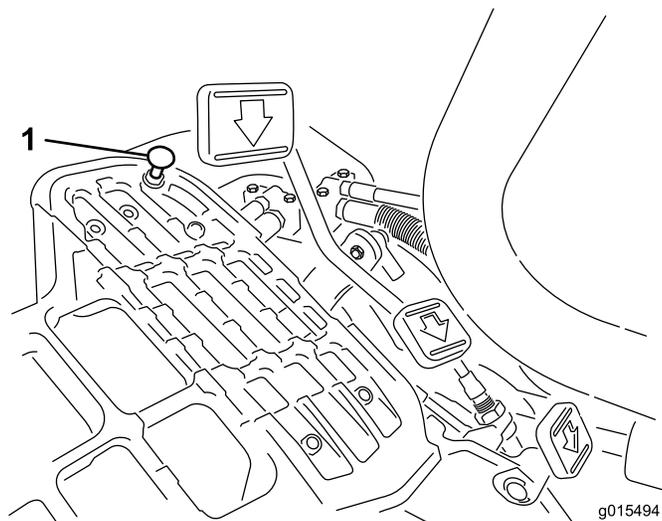

Рисунок 50
Для получения максимальной транспортной скорости переведите рычаг функционального управления в транспортное положение и нажмите на педаль тяги. Если педаль тяги касается упора (**Рисунок 50**) до того, как на тросике будет ощущаться натяжение, требуется регулировка:
1. Переведите рычаг функционального управления в транспортное положение и ослабьте зажимную гайку крепления упора педали на полу (**Рисунок 50**).